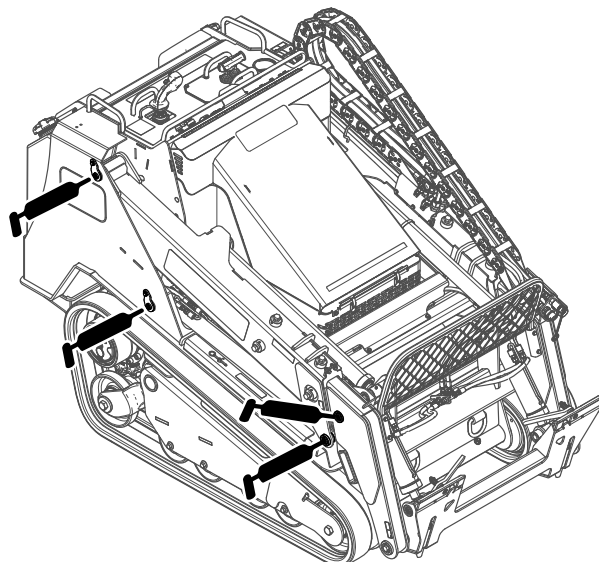
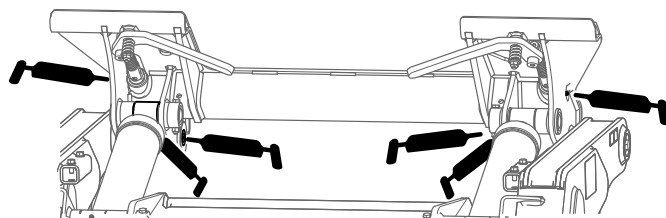
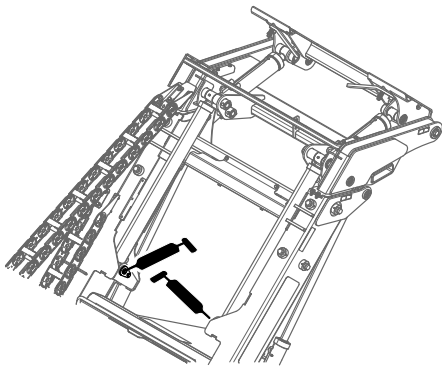

Figura 40
Figura 41
Figura 42
4. Conecte una pistola de engrasar a cada punto de engrase (Figura 40, Figura 41 y Figura 42).
Nota: Eleve los brazos de carga antes de engrasar los puntos de engrase en Figura 42.